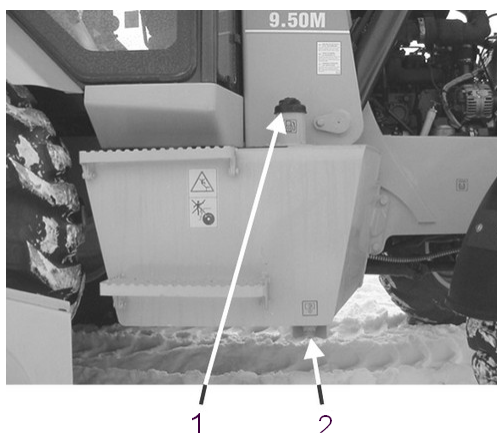

Рис. 5.34. Бак топливный
5.12.1. ТОПЛИВНЫЙ БАК (Рис. 5.34)